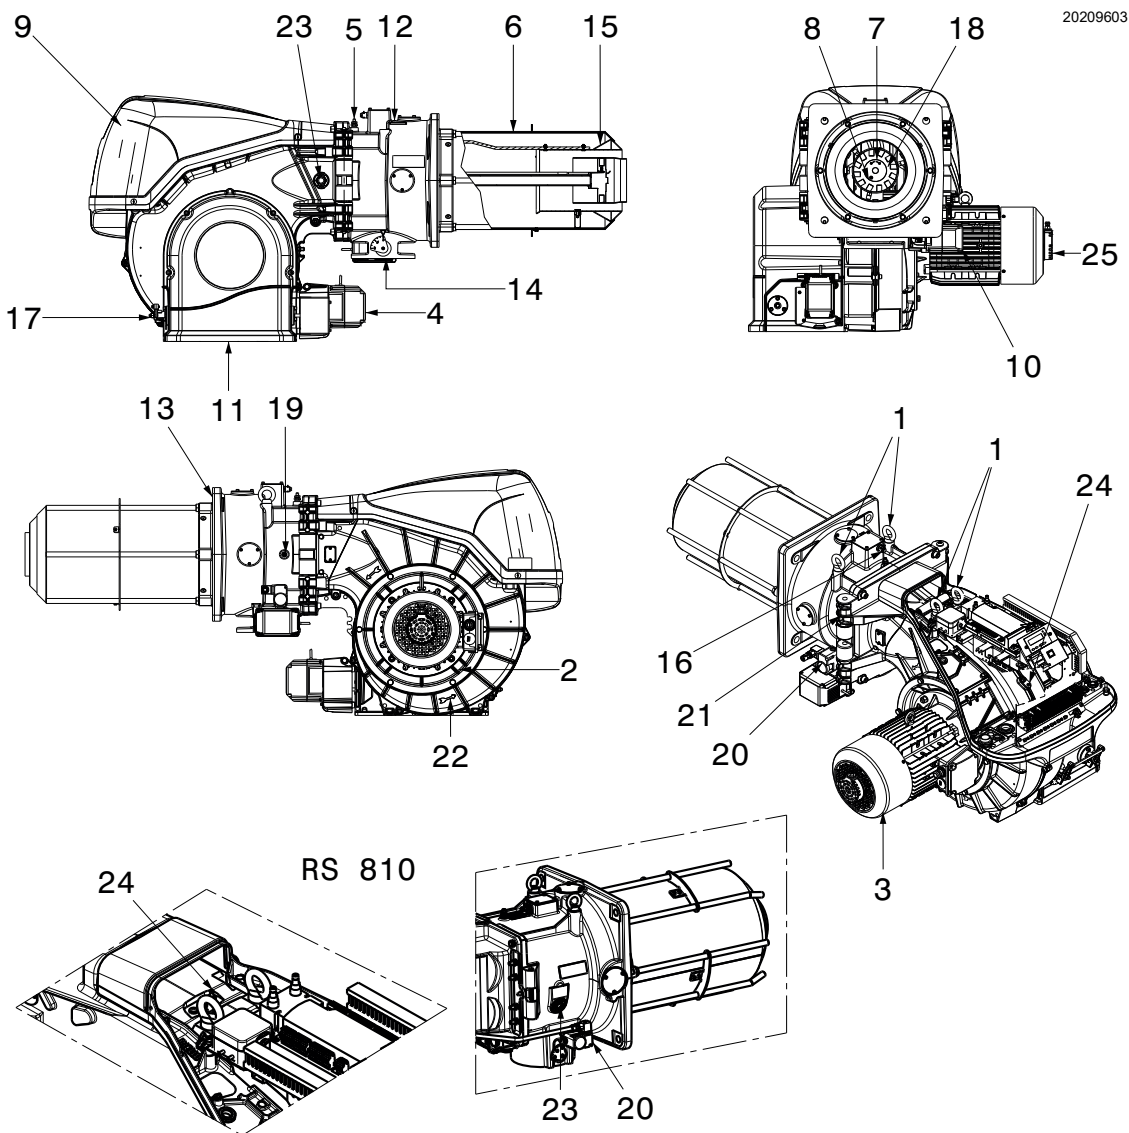

Fig. 5
- (1) Condiciones de referencia: Temperatura ambiente 20 °C - Temperatura gas 15 °C - Presión barométrica 1013 mbar - Altitud 0 m s.n.m.
- (2) Presión en la toma 5)(Fig. 5 en pág. 11) con presión cero en la cámara de combustión y a la potencia máxima del quemador.
- (3) Presión sonora medida en el laboratorio de combustión del fabricante, con quemador funcionando en caldera de prueba a la máxima potencia. La potencia sonora se mide con el método "Free Field", previsto por la Norma EN 15036, y según una exactitud de medida "Accuracy: Category 3", como se describe en la Norma EN ISO 3746.
sustituir el presostato de máxima GW 500 (Fig. 5 en pág. 11) instalado en el quemador por el presostato GW 150 suministrado